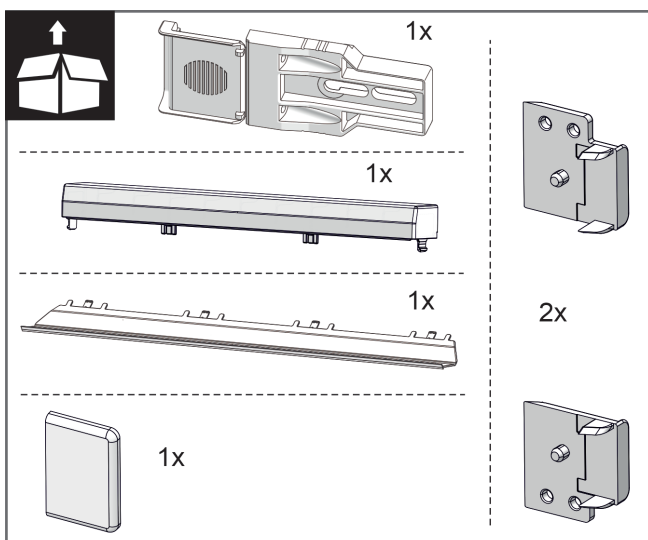
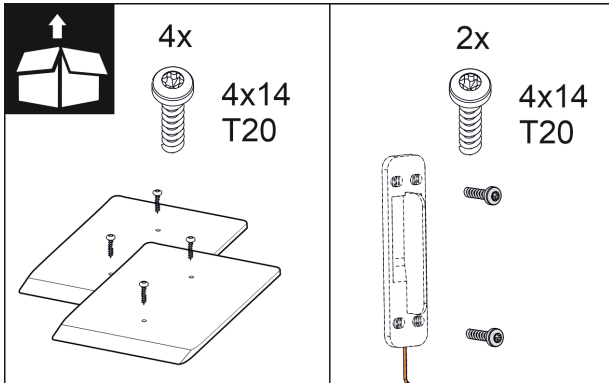

Fig. 10
Fig. 16
2. Skontrolujte montážne diely v príslušenstve. *Fig. 10 () až Fig. 16 ()*
Montážne diely v príslušenstve *Fig. 10 () až Fig. 16 ()*